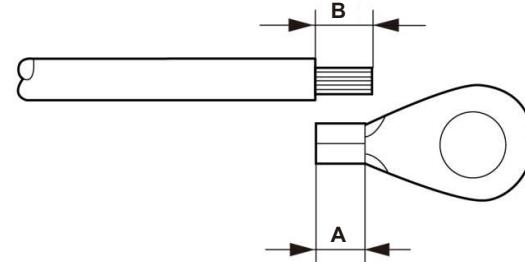

图5.8 剥线长度
3) 利用剥线钳将接地线缆的绝缘层剥去适合的长度（如图5.8）。